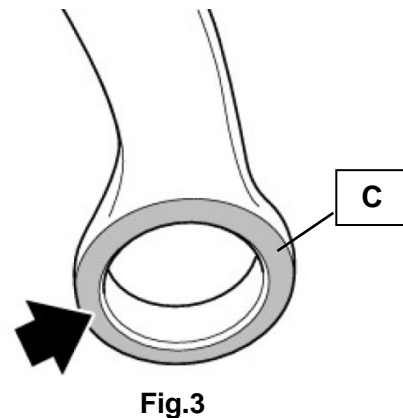

Fig.3
1. Antes de montar la nueva rótula de suspensión, limpie la superficie de contacto (C) (vea la Fig.3).